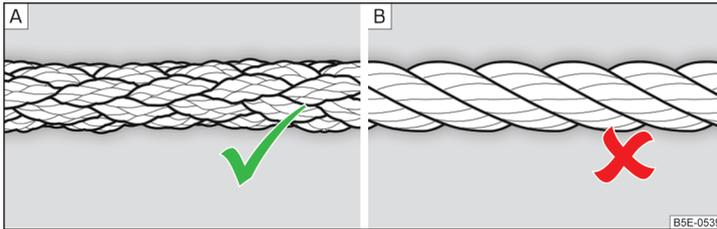

Fig. 174 Cable para remolcar trenzado / Cable para remolcar en espiral
Para remolcar debe utilizarse un cable para remolcar trenzado » fig. 174 - A.
- Para remolcar no debe utilizarse ningún cable de remolque en espiral » fig. 174 - [B], la argolla de remolque puede desenroscarse en el vehículo. - ¡Existe peligro de accidente!